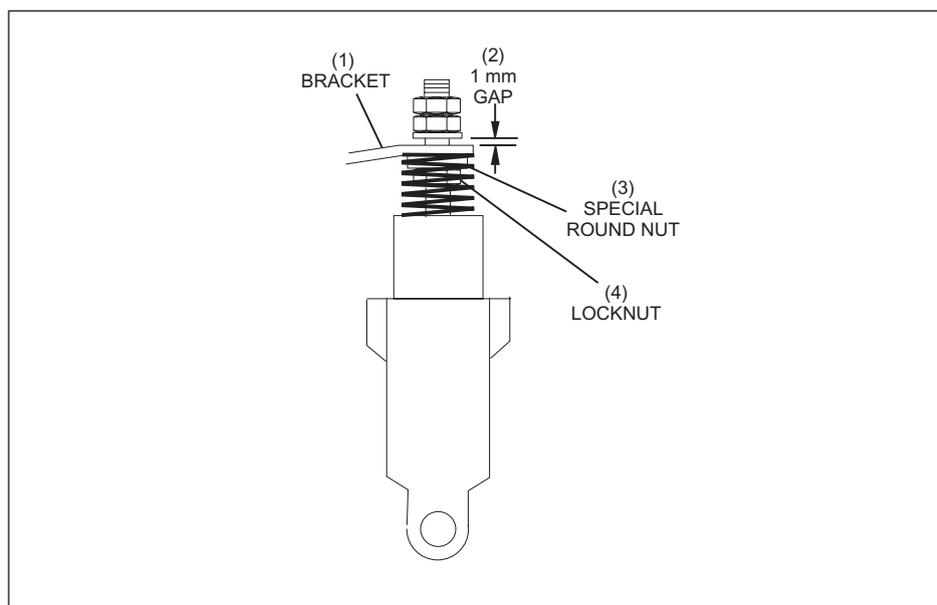

Figure 5-11. Ajustez les écrous de blocage sur le support d'amortisseur de choc.
- b. Vérifiez que l'écrou freiné inférieur et le boulon rond spécial sur le support d'amortisseur de choc (*Figure 5-11*) sont correctement installés. (Aucun filet ne doit être visible en-dessous de l'écrou freiné.)
- c. Le coussinet placé contre la butée du coussinet de boule, réglez les deux écrous de blocage supérieurs jusqu'à obtenir un espace de 1 mm entre la rondelle plate et le haut du support d'amortisseur de choc. Reportez-vous à la *figure 5-11*. Avec le coussinet placé contre la butée du coussinet de boule, l'arbre ne doit pas s'encaster dans l'amortisseur de choc.
- (1) SUPPORT
- (2) ESPACE DE 1 MM
- (3) ÉCROU ROND SPÉCIAL
- (4) ÉCROU FREINÉ